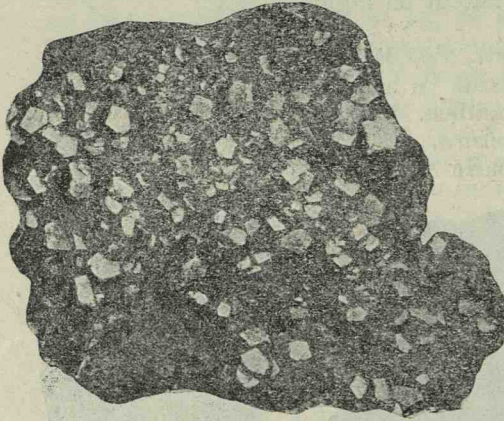

Fig. 204. Pirită în dodecaedri pentagonali, din colecțiunea Universității.
5. **Pirită** e *bisulfură de fer*,  $\text{FeS}_2$ . Cristalizează în cubi sau în dodecaedri pentagonali fig. 204. Cristalele de pirită sunt galbene ca